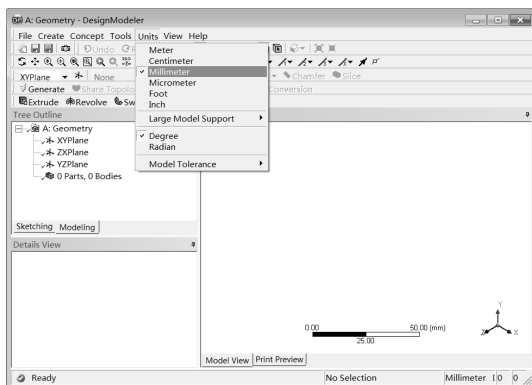

图 10-4 “单位设置”对话框
Step2: 启动 DesignModeler 界面后, 同时弹出“单位设置”对话框, 如图 10-4 所示, 将单位设置为 mm。